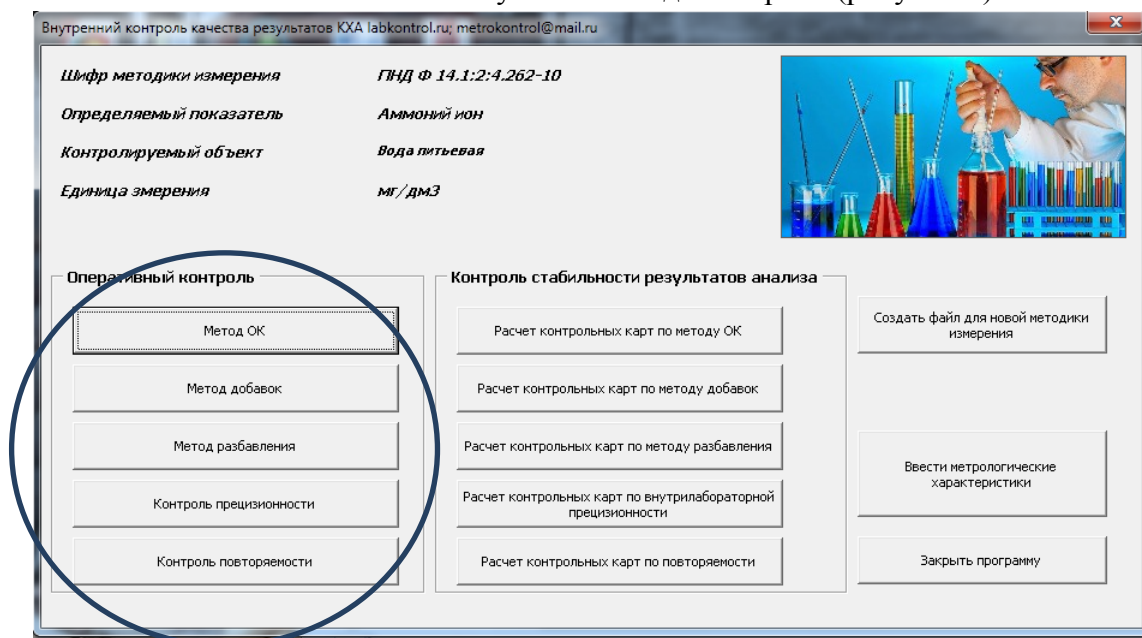

Рисунок 7
3.5.1. Для внесения данных в электронный журнал оперативного контроля необходимо нажать соответствующую кнопку в главном окне программы в зависимости от используемого метода контроля (рисунок 7)